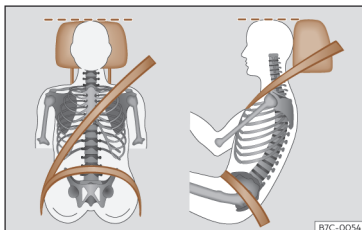

Fig. 16 Faixa do cinto de segurança e encosto de cabeça corretamente regulados.
- Ajuste o encosto de cabeça de modo a que o rebordo superior do encosto fique, na medida do possível, à altura da parte superior da cabeça, e nunca abaixo dos olhos¹⁾. Mantenha a nuca o mais próximo possível do encosto de cabeça >>> **Fig. 16.**
- Ajuste longitudinalmente o banco, de modo a poder carregar a fundo nos pedais com os joelhos ligeiramente fletidos e a ficar uma distância entre a zona dos joelhos e o painel de instrumentos de pelo menos 10 cm (4 polegadas) >>> **Fig. 16.**